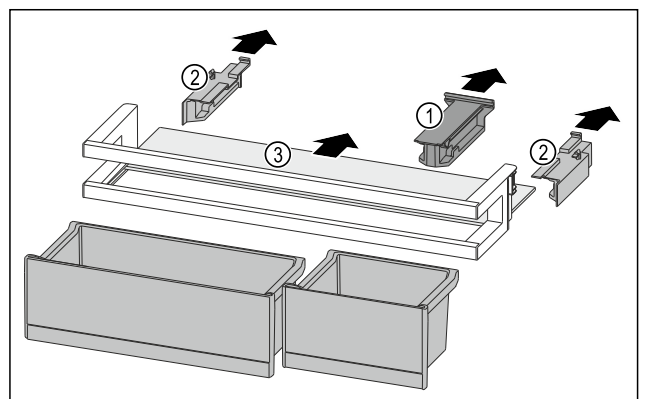

Fig. 85
- Estrarre l'elemento di tenuta Fig. 85 (1).
- Togliere gli elementi laterali Fig. 85 (2).
- Rimuovere il ripiano Fig. 85 (3).